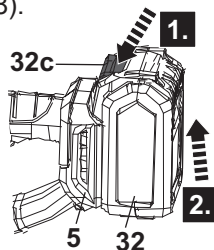

Fig. 18
2. Appuyez sur le bouton de déverrouillage (32c) et retirez le bloc-batterie (32) du port de connexion de la batterie (5) (Fig. 18).